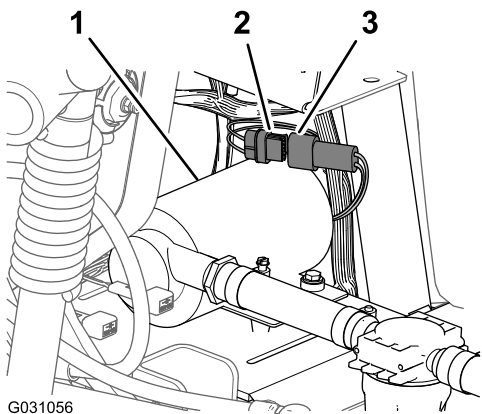

图121
1. 将冲洗泵线束的6针接头连接至标有冲洗泵的后线束的6插槽接头 图121。